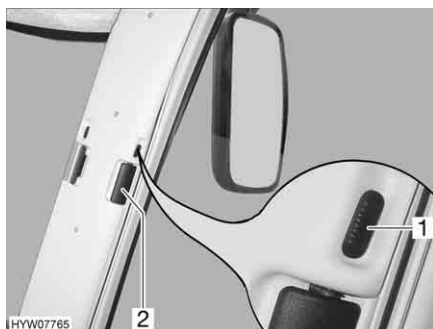

Fig. 23 Bloccaggio delle tendine oscuranti pieghevoli per il finestrino del conducente/passeggero (classe B, classe S)
- Inserire la tendina oscurante pieghevole per la maniglia (Fig. 23,2) fino all'arresto.
- Spingere il bottone di bloccaggio (Fig. 23,1) in basso.